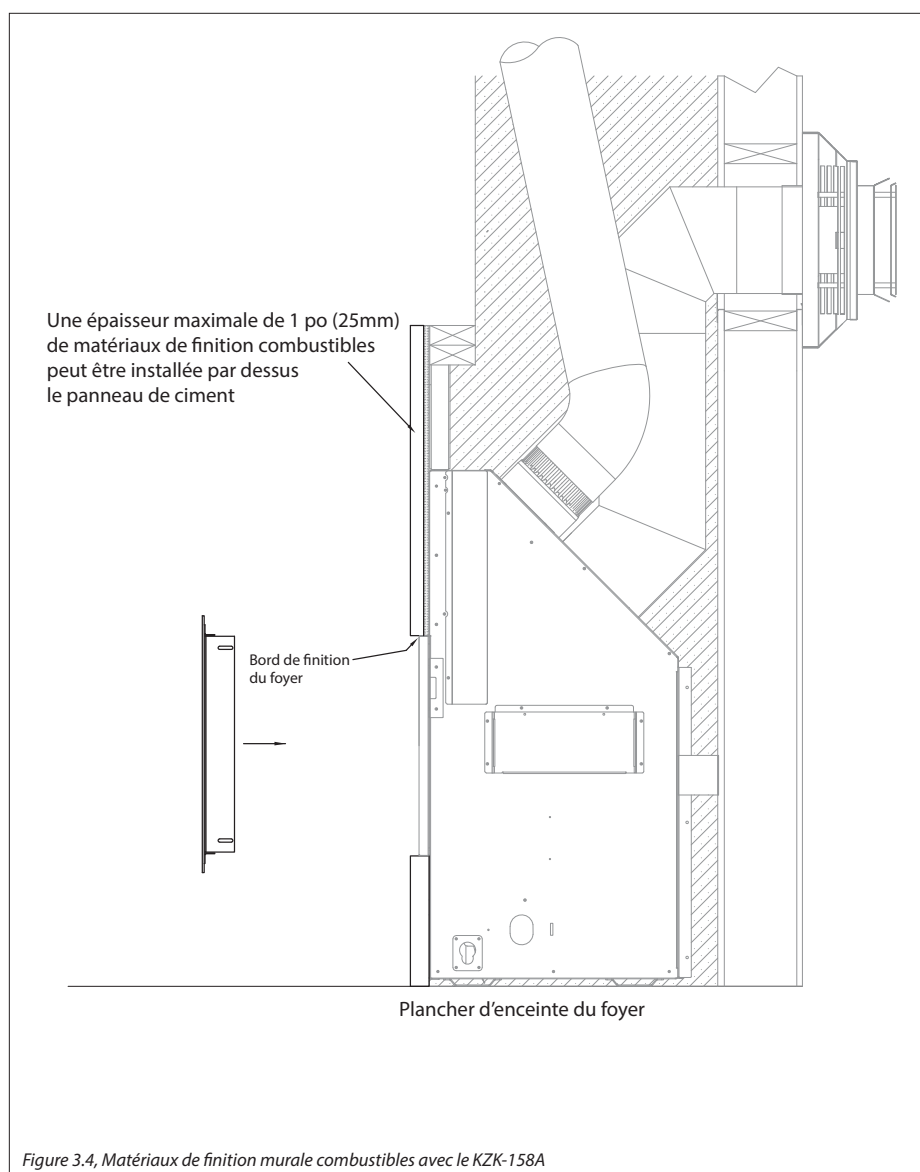

Figure 3.4, Matériaux de finition murale combustibles avec le KZK-158A
- Voir la Figure 3.4 (page 10) pour l'installation des matériaux combustibles de 1 po (25 mm) d'épaisseur maximale, autour de la garniture de sortie d'air du système KZK.
- La Figure 3.4 montre les limites des matériaux de finition en maçonnerie, mesurées à partir du bord de finition, pour permettre d'installer l'un des contours optionnels. La plupart des